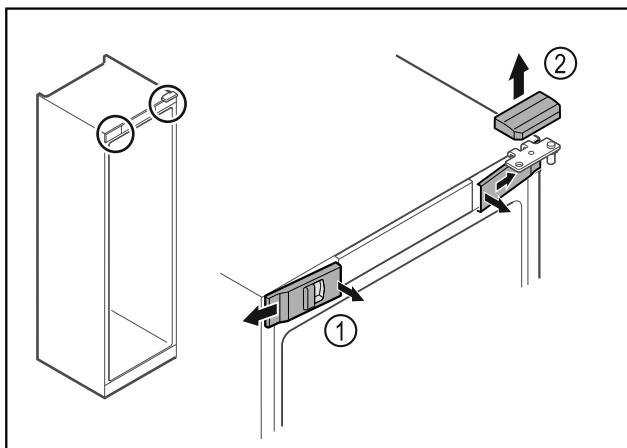

Fig. 12
- ▶ Spnite sprednje pokrove Fig. 12 (1) in jih odstranite proti strani.
- ▶ Zgornji pokrov Fig. 12 (2) snemite v smeri navzgor.